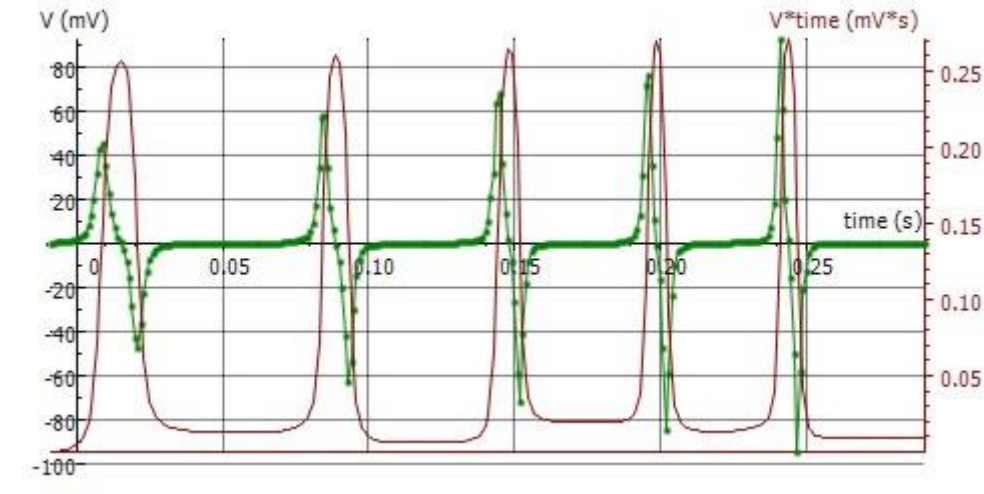

Fig. 3: Curvas en el tiempo de la tensión U inducida y del flujo magnético Φ (captura de pantalla de Coach 7).
En la ventana «Integral» del diagrama se muestra la variable «V*t» en la unidad «mV*s» (curva violeta de la Fig. 3). Esta corresponde al flujo magnético Φ según la ecuación (2).
El flujo magnético asume su valor mayor si la tensión inducida llega a cero (Fig. 3); es decir, el imán ha llegado al centro de la bobina. El área de debajo de todas las señales positivas y negativas permanece igual en términos de su valor absoluto (véase más arriba). Estas corresponden al flujo magnético Φ máximo del imán permanente en el interior de una sola bobina. Por esto, el flujo magnético máximo, dentro del marco de la precisión de medida, llega en todas las bobinas al mismo valor de $\Phi_{\max} \approx 250 \mu\text{Vs}$.